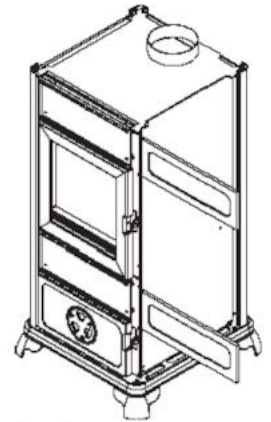

fig. 4
- Introducir las baldosas en las sedes de los frentes delanteros, fig. 4.